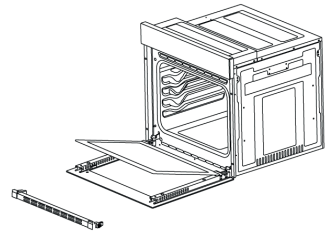

Fig. 3
3. Soulevez la vitre avec précaution et tirez-la vers vous (figure 3).